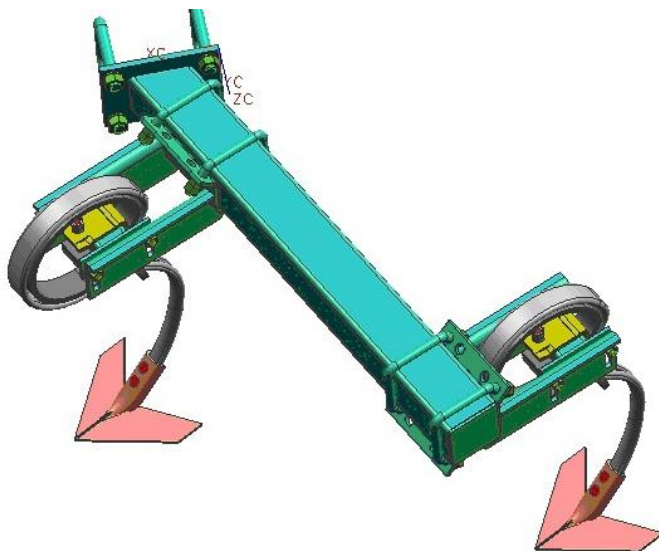
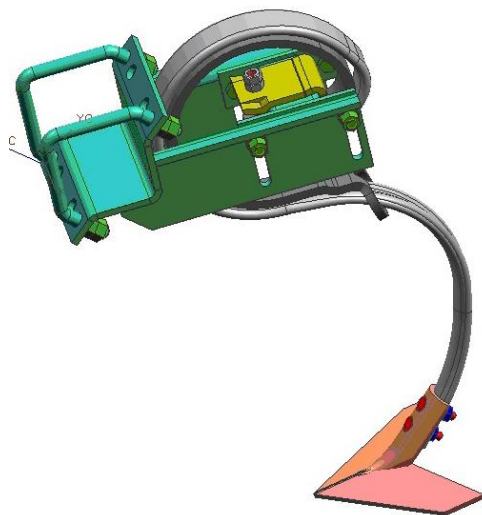

Рисунок 5 – Следорыхлитель
Рисунок 6 – Следорыхлитель
3.7 На снице культиватора установлены следорыхлители (рис.5), позволяющие обрабатывать уплотняемый за колёсами трактора слой почвы и имеющие возможность регулировки по высоте и ширине для разных тракторов. Для заделки следа от опорных колёс культиватора за ними установлены регулируемые по высоте следорыхлители (рис.6) с подпружиненной стойкой.